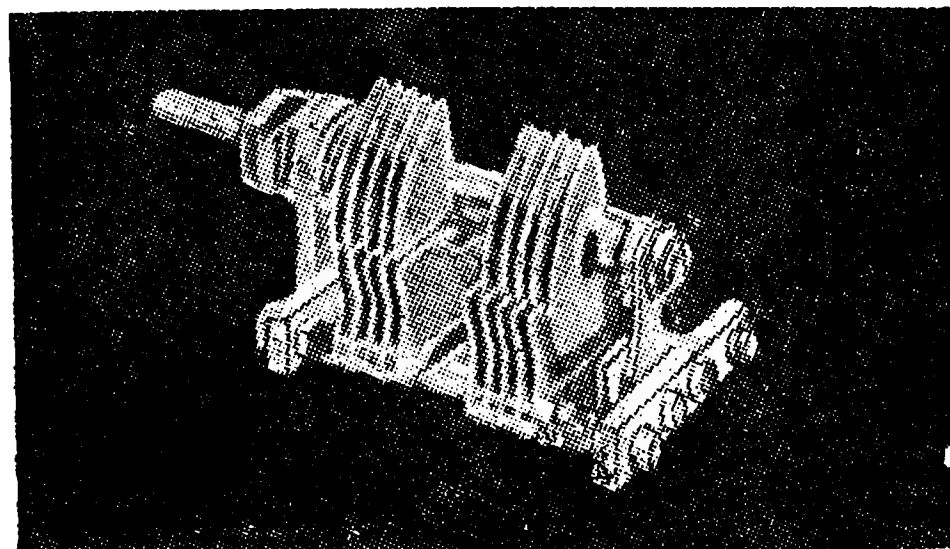

Рис. 1
5. Механическая прочность, устойчивость и надежность в работе. Механическая прочность конденсатора полностью определяется его конструкцией. Объединение конденсаторов на одной оси уже давно стало обычным не только для агрегатов длинноволновых приемников, но также и для приемников коротковолновых (рис. 1).